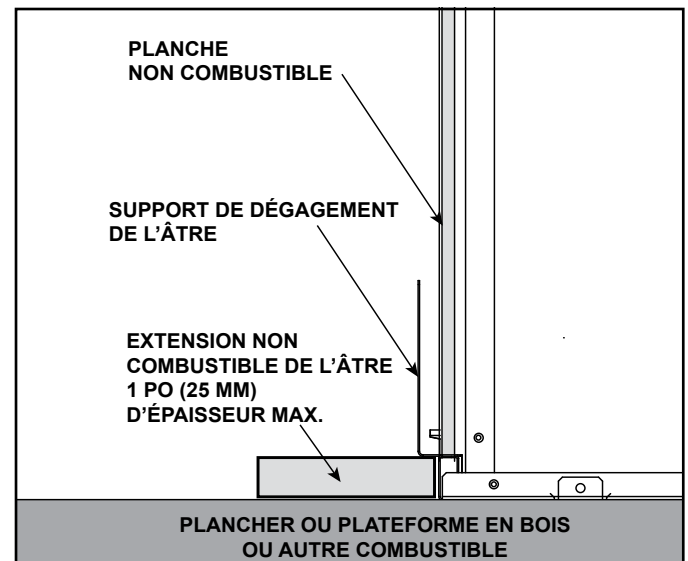

Figure 5.11 Appareil installé sur une surface combustible. Prolongement de l'âtre non combustible REQUIS.
- Le prolongement de l'âtre doit être non combustible et sert à protéger les planchers combustibles à l'avant de l'appareil. Voir la figure 5.11.
- La base du foyer peut reposer sur une surface combustible. Voir la figure 5.11. La zone en face de l'appareil doit être protégée par un prolongement de l'âtre non combustible, sauf si l'appareil est soulevé d'un minimum de 3 pouces (76 mm) au-dessus du plancher combustible ou de l'âtre. Voir les figures 5.11 et 5.12.
Si un âtre d'une épaisseur supérieure à 1 pouce (25 mm) est désiré, l'appareil doit être soulevé de la hauteur équivalente pour faire en sorte que le prolongement de l'âtre n'interfère pas avec l'installation de la vitre nécessaire au fonctionnement du foyer. Voir la figure 5.11.